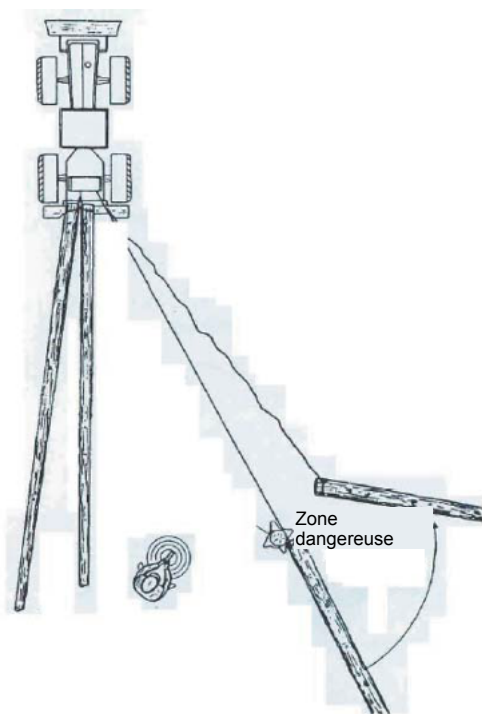

Figure 6
34. Actionnez le treuil depuis un endroit où ni la charge, ni le câble, ni le crochet, ni le treuil ne peuvent vous mettre en danger. Le siège du tracteur peut convenir si le treuil possède une grille de protection de taille suffisante. À l'extérieur du tracteur, protégez-vous derrière celui-ci ou à distance suffisante, par exemple derrière un arbre. Surveillez les grumes de côté, près du point d'attache, et les bois courts en diagonale derrière la charge (figure 6).